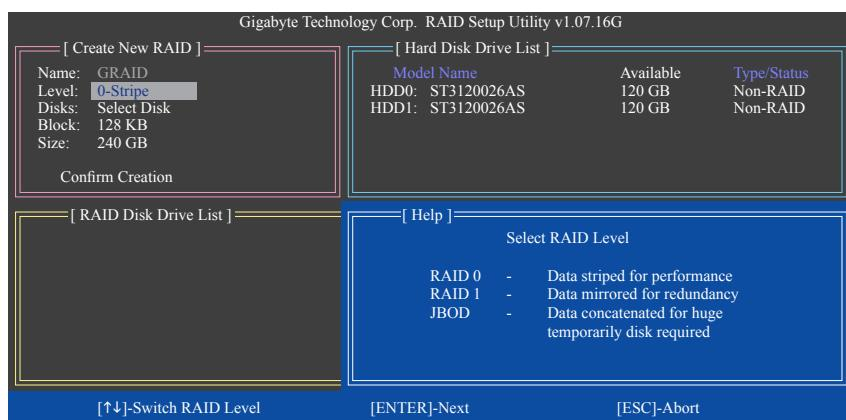

Figure 5
Le bloc **Create New RAID** affichera tous les éléments qui doivent être configurés pour créer une matrice (Figure 5).
- Selectionner le mode RAID :** Dans l'élément **Level**, utilisez les touches flèches vers le haut ou le bas pour sélectionner RAID 0 (Stripe), RAID 1 (Miroir) ou JBOD (Figure 5). Appuyer alors sur <Enter> pour aller à l'étape suivante.